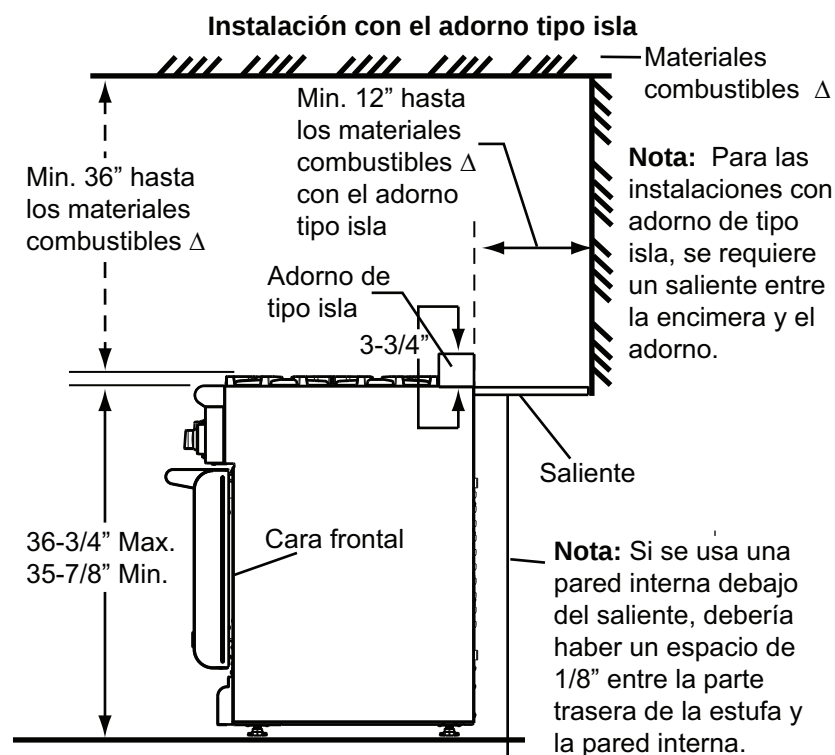

Figura 2: Vista lateral
2. Se pueden empotrar estas estufas en los armarios más allá del borde de la cara delantera de la hornilla (vea la Figura 2). Las estufas de 30" et 48" no están diseñadas para estar perfectamente alineadas con los armarios.
5. Cuando hay menos de 12" de espacio libre horizontal entre la materia combustible Δ y el borde trasero de la estufa, se debe instalar una consola trasera baja o un estante para ollas de Thermador (vea la Figura 2). Cuando el espacio libre horizontal entre la estufa y la materia combustible Δ es de más de 12", se puede usar una adorno de tipo isla de Thermador. La Figura 2 indica el espacio necesario para cada tipo de consola trasera.
- La estufa tiene un peso de expedición parecido al peso indicado en la tabla A. Se deben quitar las rejillas, la placa de la plancha, las tapas de los quemadores, la placa de protección en la base del aparato y las rejillas de la hornilla para facilitar el manejo. Se recomienda también quitar la(s) puerta(s) (consulte el "Paso 8: Quitar y reinstalar la puerta" en la página 17). Esto reducirá el peso, como se muestra en la Tabla A. Vea la Figura 2 en la página 7. No quite el elemento de la plancha y los colectores de grasa.